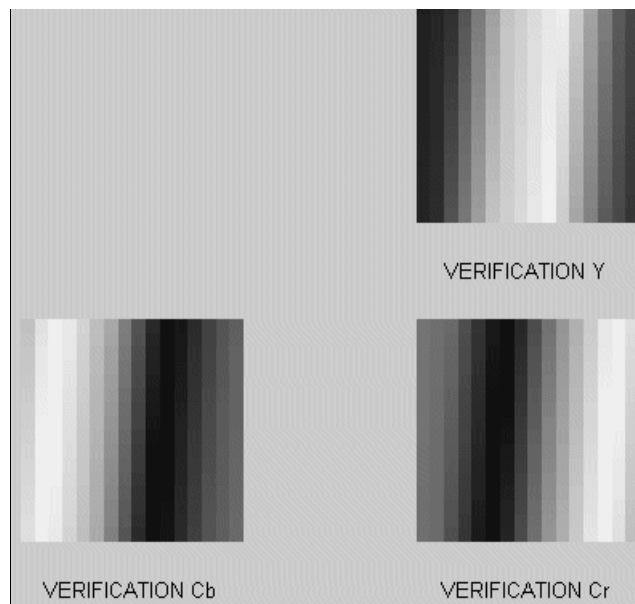

図 11 : Y、Cb、Cr 出力
4. シミュレーション開始アイコン (-) をクリックして、シミュレーションを実行します。シミュレーション完了後、ファンクション **Xil_YCrCb2RGB_post_proc** が呼び出され、検証用に VHDL 出力が **GUI** に表示されます (図 11)。